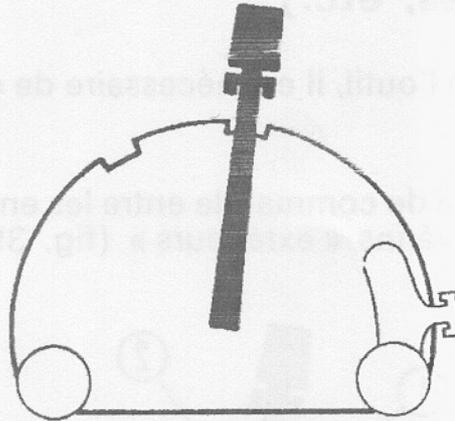

Fig. 37
- Ramener la manette de commande dans l'encoche 2 du secteur (fig. 37).